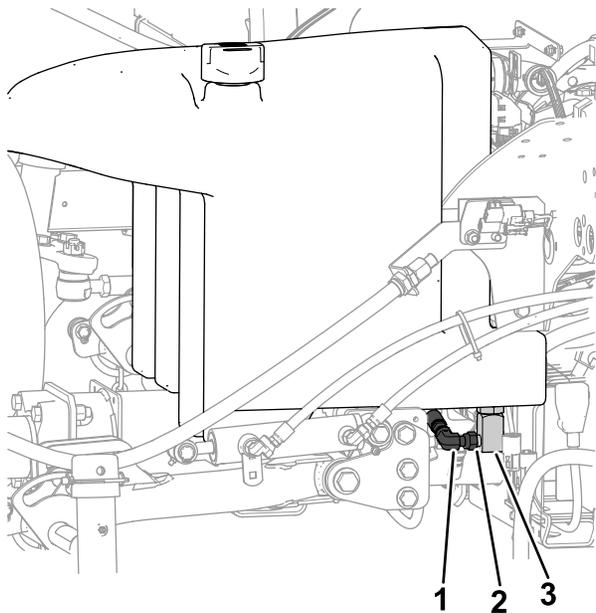

Figura 146
2. Posizionate una bacinella di spurgo grande sotto il collettore (Figura 146) alla base del serbatoio idraulico; fate riferimento a Controllo del livello del fluido idraulico \(pagina 89\).